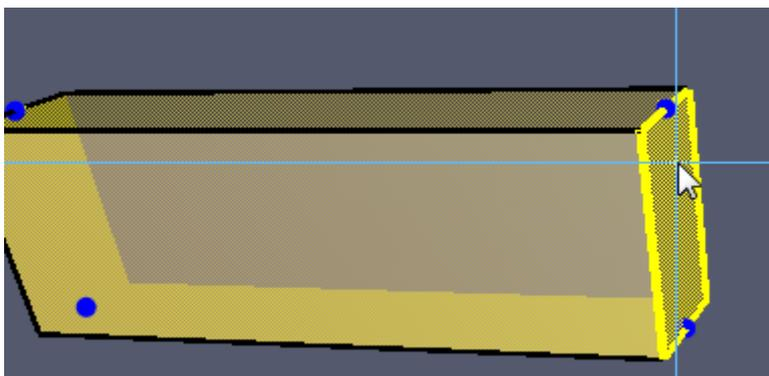

Рисунок 9-29 Подсвеченная плоскость-манипулятор
3. Наведите курсор на нужный манипулятор. Если манипулятор является точкой, он станет желтым. Если манипулятор грань, то вся грань станет желтой, как показано на рисунке Рисунок 9-29.